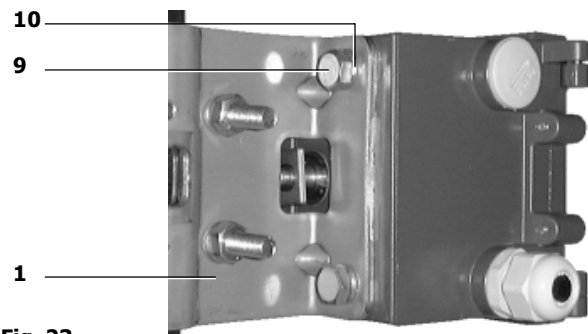

Fig. 23
5.1.10 Coloque o posicionador no prato de montagem (1) encaixando o pino de ligação do braço de feedback (6) na ranhura superior do braço de ligação (3), certificando-se de que a pressão da mola (4) está a pressionar para baixo o pino de ligação (6). Monte o prato de montagem do posicionador (1) no envólucro do posicionador, utilizando os dois parafusos hexagonais M8 (9) e as anilhas da mola (10) e aperte segundo 18 - 20 N m (ver Fig. 23). Tenha cuidado para não apertar demais.